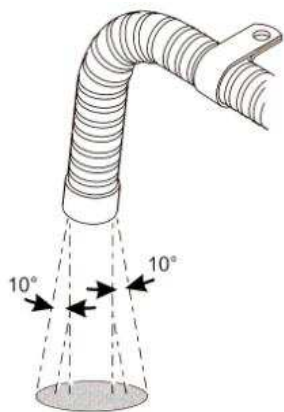

Рис. 22
4.6.6 В процессе работы печки выхлопная труба нагревается до высокой температуры. При установке убедитесь, что она проходит достаточно далеко от пластиковых частей или других частей корпуса транспортного средства обладающих небольшим тепловым сопротивлением. Выхлопная труба должна быть тщательно закреплена. Выхлопная труба должна быть расположена перпендикулярно поверхности дороги под углом  $90^{\circ} \pm 10^{\circ}$ . Для того чтобы гарантировать такой угол фиксирующий зажим должен располагаться на расстоянии 150 мм от конца трубы (Рис. 22).